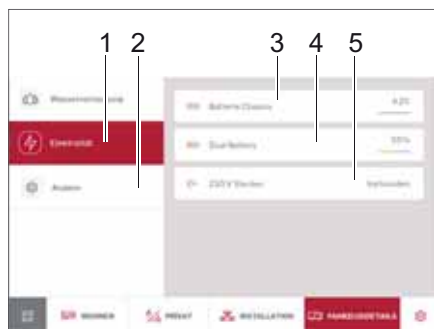

Bild 279 El och inomhustemperatur
- Klicka på knappen *El* (Bild 279,1).
Fordonets batterispänning visas (Bild 279,3), liksom kroppsbatteriets laddningsstatus i % eller AGM-batteriets laddningsspänning i volt (Bild 279,4) och status för 230 V-matningen (Bild 279,5).
- Klicka på knappen *Annat* (Bild 279,2).